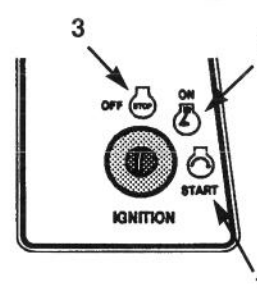

Figure 11
2. Tourner la clé de contact sur OFF (ARRET) (Fig. 11).
2. Fixer le bouclier sur le rebord de la tondeuse au moyen des boulons et écrous (Fig. 11).